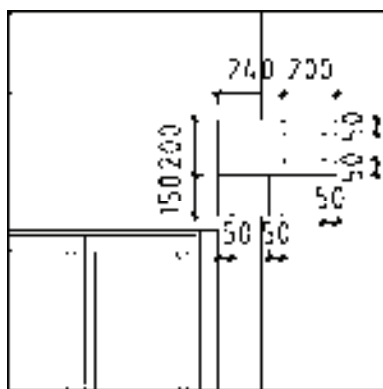

图 13-227 修剪线段
8) 绘制雨棚。调用“分解”命令，分解矩形；调用“偏移”命令，偏移矩形边；调用“修剪”命令，修剪线段，结果如图 13-227 所示。